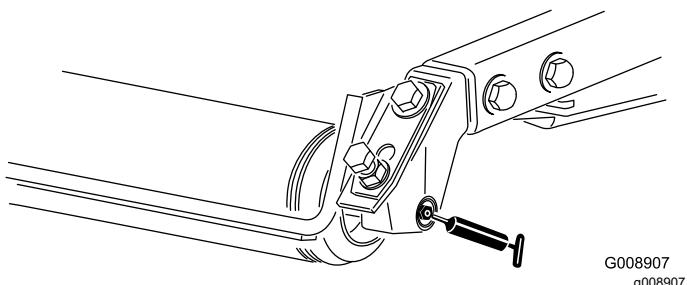

Рисунок 48
- Задние роликоподшипники (по 2 шт. на режущий блок)—Рисунок 48